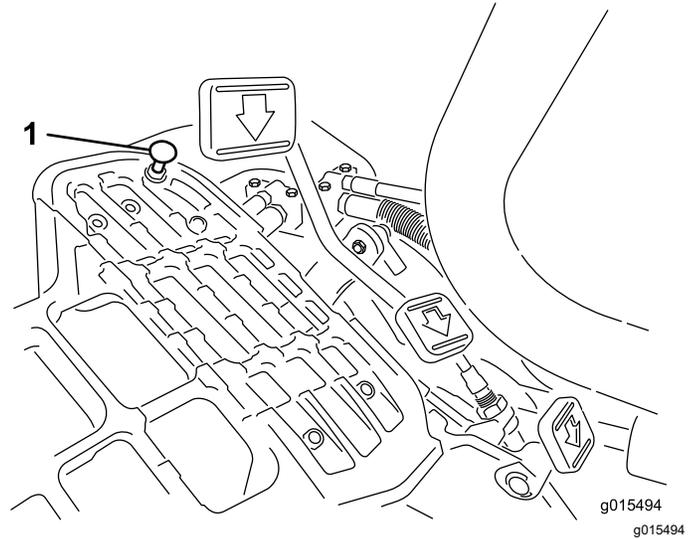

Figura 43
Para obtener la velocidad de transporte máxima, ponga la palanca de control funcional en la posición de TRANSPORTE y presione el pedal de tracción. Si el pedal hace contacto con el tope (Figura 43) antes de que sienta tensión en el cable, complete el siguiente procedimiento de ajuste:
1. Ponga la palanca de control funcional en la posición de TRANSPORTE y afloje la contratuerca que sujeta el tope del pedal a la chapa de suelo (Figura 43).